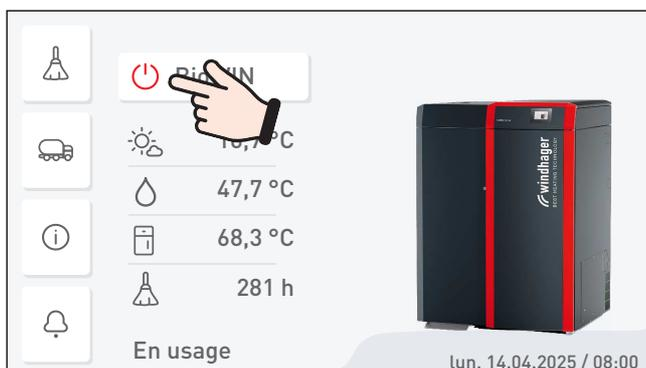

Fig. 35 Éteindre la chaudière à pellets
- Éteindre la chaudière en appuyant sur la touche MARCHE/ARRÊT sur InfoWIN Touch (Fig. 35 – voir aussi la notice d'utilisation d'InfoWIN Touch) et attendre que la phase d'extinction soit terminée (env. 20 min).